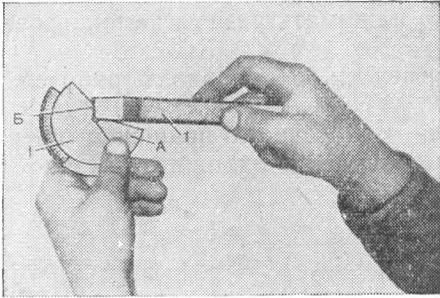

Рис. 5
8. Проверить величину заточки главного заднего угла угломером (рис. 5)
Установленный угломер *I* (рис. 5) для измерения величины главного заднего угла, равного примерно 8° , взять в левую руку, резец *I* — в правую руку и поместить его головку между рабочими измерительными плоскостями *A* и *B* угломера. Плотность прилегания задней главной поверхности резца к наклонной рабочей плоскости *B* угломера покажет правильность заточки главного заднего угла